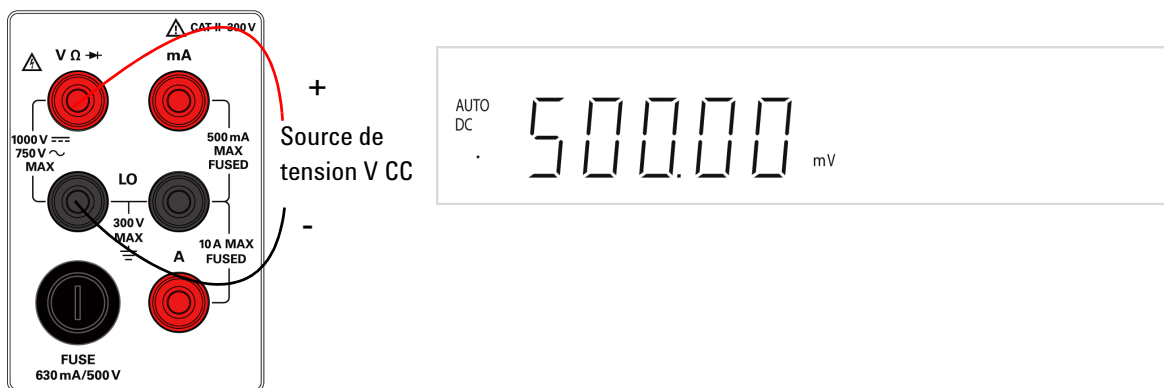

Figure 1-11 Connexion et affichage de la borne V CC
- 2 Connectez les cordons de test rouge et noir aux bornes d'entrée respectives, tel qu'indiqué en Figure 1-11.